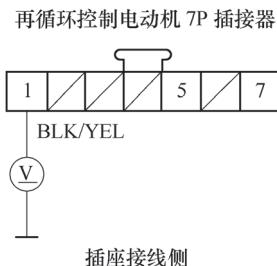

图 5-105 测量再循环控制电动机 7P 插接器的 1 号端子和车身搭铁之间的电压
4) 如图 5-105 所示, 测量再循环控制电动机 7P 插接器的 1 号端子和车身搭铁之间的电压, 观察是否为蓄电池电压。如果不是, 维修驾驶人仪表板下熔